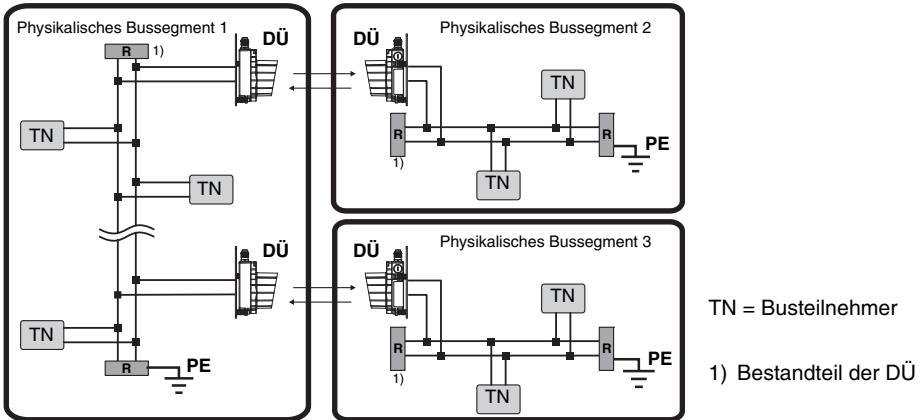

Bild 9.9: Verkabelung DeviceNet / CANopen
- Bei jedem Physikalischen Bussegment müssen die Enden der Busleitungen zwischen CAN\_L und CAN\_H terminiert werden (siehe Bild 9.9 ).
- Das Bezugspotential CAN\_GND darf nur an einer Stelle eines physikalischen Bussegmentes mit Erd-Potential (PE) verbunden werden (siehe Bild 9.9).